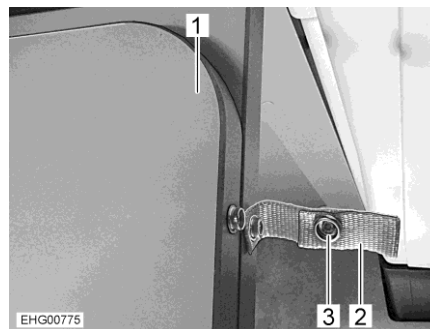

Fig. 54 Linguetta di sicurezza
- Rilasciare il bottone automatico (Fig. 54,3) della linguetta di sicurezza (Fig. 54,2).
- Aprire la prolunga del piano del tavolo (Fig. 54,1).
- Ripiegare la prolunga del piano del tavolo (Fig. 54,1).
- Fissare la prolunga del piano del tavolo con la linguetta di sicurezza (Fig. 54,2).